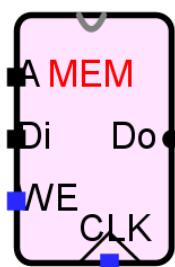

图 2-1 存储器封装
- (1) 从存储单元 $M[10]$ 开始地址 **自动** 写入任意 n ($n > 10$) 个数据（数据值不做限定）的写入操作；
- (2) 对 (1) 写入数据读出，并验证其正确性
- (3) 存储器封装如图 2-1 所示。